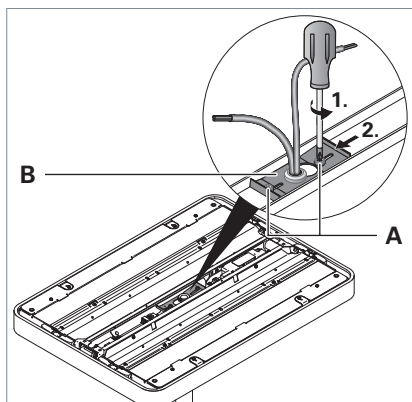

Fig. 21: Leuchtenkopf demontieren bei einer Leuchte mit mittiger Anbindung.
- Lösen Sie die beiden Schrauben **A** an der Haltelektrode **B**, siehe Fig. 21.
- Schieben Sie die Haltelektrode bis zum Anschlag auf die andere Seite, siehe Fig. 21.